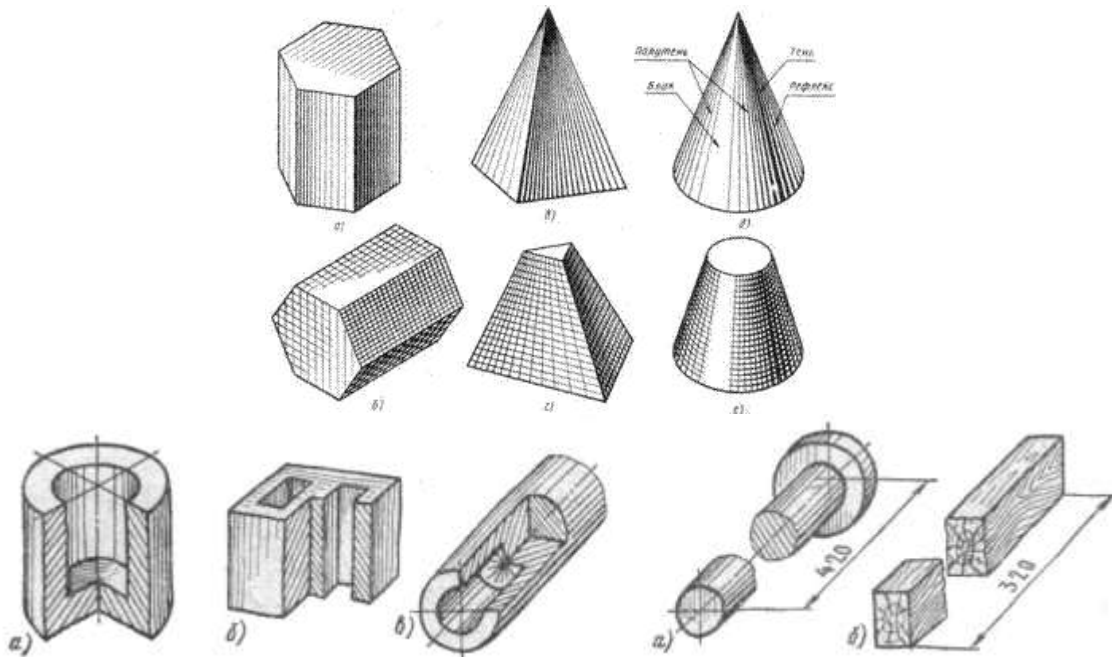

Рис.13 Типы наглядных изображений геометрических поверхностей и контуров технических деталей
**Технический рисунок** – это наглядное изображение предмета, выполненное в глазомерном масштабе по правилам построения аксонометрических проекций (рис.13).
**Технический рисунок** – это наглядное изображение предмета, выполненное в глазном масштабе по правилам построения аксонометрических проекций (рис.13).